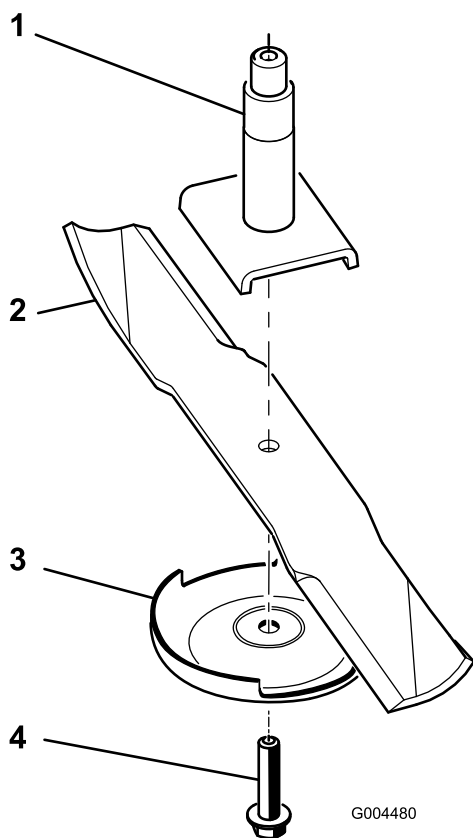

Figura 29
Nota: Se a lâmina ficar na horizontal é porque está equilibrada e pode ser utilizada. Se lâmina não estiver equilibrada, lime algum metal da extremidade da aba apenas (Figura 29). Repita este procedimento até a lâmina estar equilibrada.
2. Retire a cavilha da lâmina, a placa antidano e a lâmina do eixo (Figura 29).
1. Instale lâmina no eixo (Figura 29).
2. Instale a placa antidanos e o parafuso da lâmina (Figura 29).